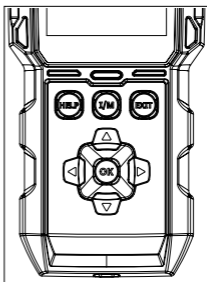

Figura 3.4.2
- Para realizar a função Pronto I/M, você também pode pressionar o botão de atalho I/M. (Veja Figura 3.4.2)